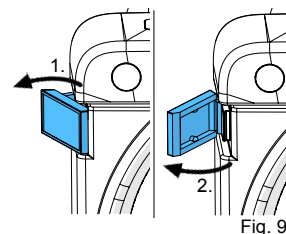

Fig. 9
- Abrir los cierres de la puerta (Fig. 9).
- Tomar la llave Allen (22) de su soporte.
- Retirar la tapa protectora (15).
- Soltar el tornillo de fijación (16) y retirar el disco recortador.
- Colocar un nuevo disco recortador en los pasadores de fijación (17).
- Abrir los cierres de la puerta (Fig. 9) y retirar la puerta de la recortadora.
- Enroscar la herramienta para desmontaje (11) en el platillo soporte (23), hasta que éste se desprenda del eje.